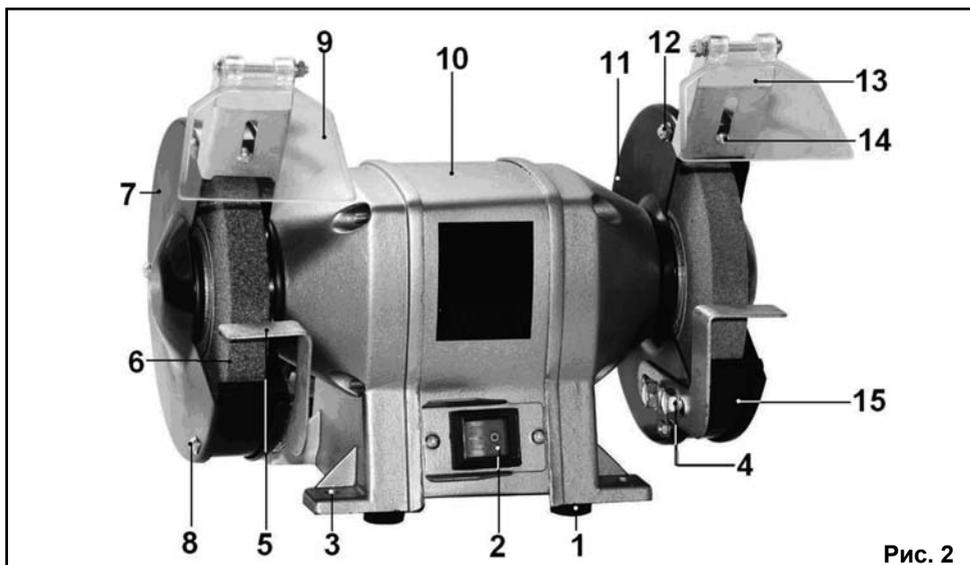

Рис. 2
Машина состоит из следующих сборочных единиц и деталей (Рис. 2):
### 8. СБОРКА И РЕГУЛИРОВКА (Рис. 2)
8.1.1. Установите подручник (5), используя болты (4), как показано на Рис. 2. Перед установкой подручника (5) установите на болт (4) шайбу из комплекта поставки.
8.2.1. Установите защитный экран (9) в сборе со скобой (13), как показано на Рис. 2. Под шляпку винта (14) подложите шайбу, а под гайку - пружинную шайбу (гровер) из комплекта поставки.
Установите машину на ровной и устойчивой поверхности верстака и надежно закрепите её через специальные отверстия (3) Рис. 2, с помощью болтовых соединений (не входит в комплект поставки).
#### 10.1. Пуск машины (Рис. 2)
## 10.2. Заточка с помощью шлифовального круга (Рис. 2)